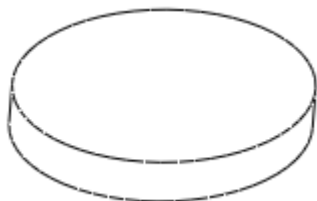

图 50-5
(5) 调整特征生成方向，单击  按钮，完成拉伸特征建立，如图 50-5 所示。